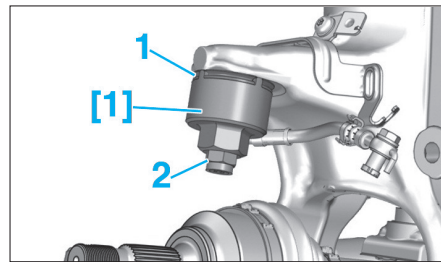

Fig. 25
- [1]. Douille pour la dépose et le repose de la rotule supérieure de pivot avant (réf : 0627) (Fig.25).
- Mettre en place l'outil [1], sur la rotule (1) à l'aide de l'écrou (2) (Fig.25).